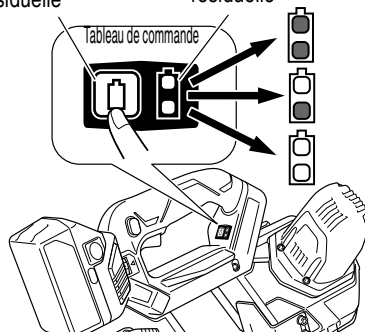

Fig. 10
- Lorsque vous appuyez sur le commutateur de l'indicateur de l'état de charge de la batterie s'allume, le témoin lumineux de l'indicateur de l'état de charge de la batterie s'allume et vous pouvez vérifier ce qu'il reste comme charge dans celle-ci. (Fig. 10) Lorsque vous relâchez le commutateur d'indication de l'état de charge de la batterie, le témoin lumineux de l'indicateur de l'état de charge de la batterie s'éteint. Le Tableau 5 montre le témoin lumineux de l'état de charge de la batterie et ce qu'il reste comme charge dans la batterie.